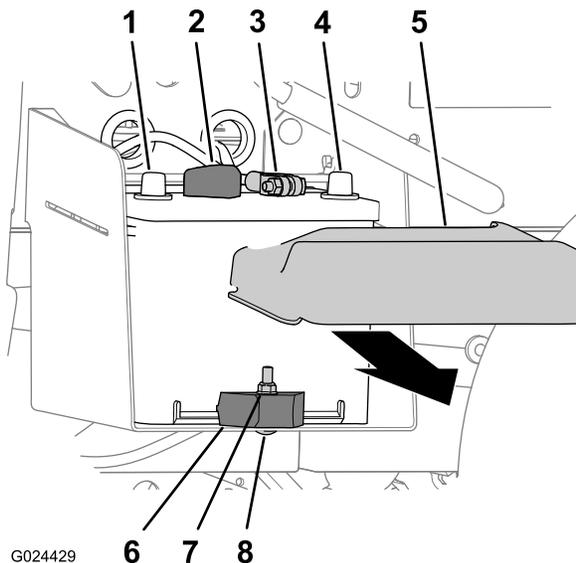

Рисунок 49
1. Сожмите стороны крышки аккумулятора и снимите крышку с его верхней части (Рисунок 49).
2. Отсоедините отрицательный кабель от клеммы аккумулятора (Рисунок 49).
3. Отсоедините положительный кабель от клеммы аккумуляторной батареи (Рисунок 49).
2. Отверните контргайку, снимите вагонный болт и зажим крепления аккумулятора к его лотку (Рисунок 49).
3. Извлеките аккумулятор из лотка (Рисунок 49).
1. Поместите аккумуляторную батарею в аккумуляторный отсек в автомобиле (Рисунок 49).
**Примечание:** Убедитесь, что положительный и отрицательный штыри аккумулятора выровнены, как показано на Рисунок 49.
2. Прикрепите аккумулятор к лотку аккумулятора с помощью зажима, вагонного болта и контргайки (Рисунок 49).
1. Подсоедините положительный кабель к клемме аккумуляторной батареи (Рисунок 49).
2. Подсоедините отрицательный кабель к клемме аккумулятора (Рисунок 49).
3. Установите крышку аккумулятора на его верхнюю часть (Рисунок 49).